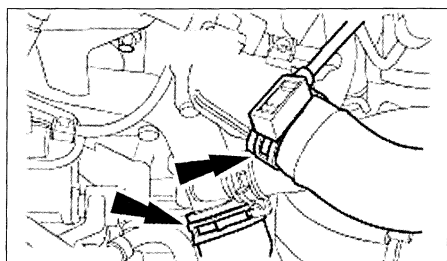

FIG. 41
- Aflojar la tuerca y las abrazaderas de fijación y desmontar el conducto de salida del intercambiador de aire (8).
- los manguitos de refrigeración de la caja de termostato y del tubo de distribución de líquido de refrigeración (fig. 41).